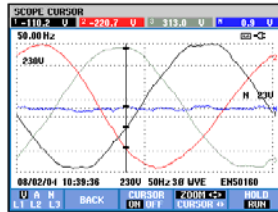

Figura 17-3. Exibição da forma de onda com cursor e zoom ativados
- Pressione F4 para atribuir as teclas de seta à operação de zoom, como mostrado na Figura 17.3. As teclas de seta esquerda/direita podem ser usadas agora para expandir ou encolher as formas de onda horizontalmente. As teclas de seta para cima/baixo fazem isso na direção vertical. Se o cursor estiver ativado, o zoom horizontal funcionará simetricamente ao redor do cursor. Se ele estiver desativado, o zoom horizontal funcionará ao redor do centro da tela. O zoom vertical funciona ao redor do centro da tela.